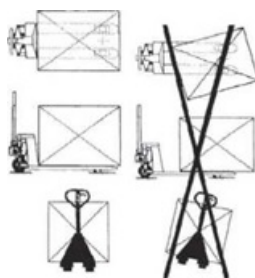

Рис.6
6.2. Тип погрузки показан на рис. 6.